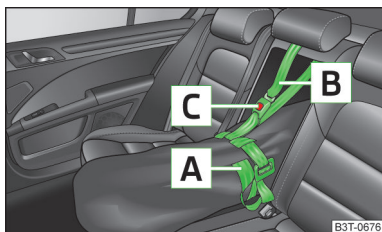

Fig. 80
- Fijar la banda de tracción **A** en el extremo libre alrededor de los esquíes delante de las fijaciones » **fig. 80**.
- Después de cargar los esquíes, se deberá asegurar la bolsa de carga con la cinta de seguridad **B** » **fig. 80**.